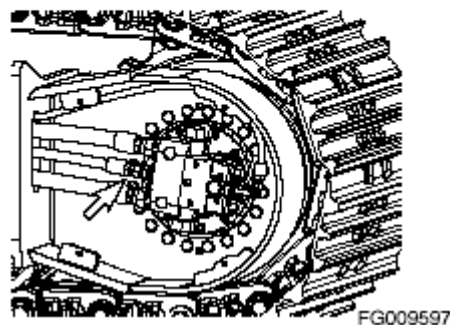

Рисунок 145
2. Отсоедините сливной шланг (Рисунок 145) и залейте в картер гидромотора поворота гидравлическое масло.